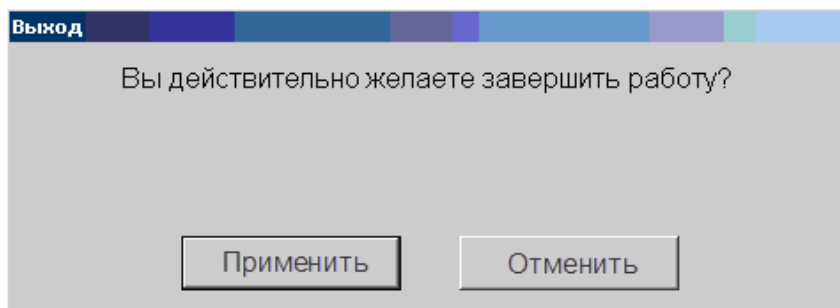

Рисунок 30 – Окно подтверждения завершения работы
1) Выбрать из главного меню инструктора пункт «Выход». При этом появляется *окно завершения работы* (Рисунок 30).